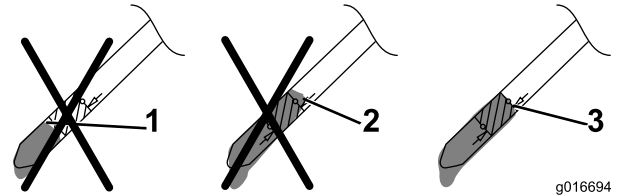

Figura 7
5. Retire la varilla y compruebe el nivel de aceite en la misma; consulte Figura 7.
- Si el nivel de aceite es demasiado bajo, añada una pequeña cantidad de aceite **lentamente** por el tubo de llenado y repita los pasos 3 a 5 hasta que el nivel del aceite sea correcto, según se muestra en Figura 7.